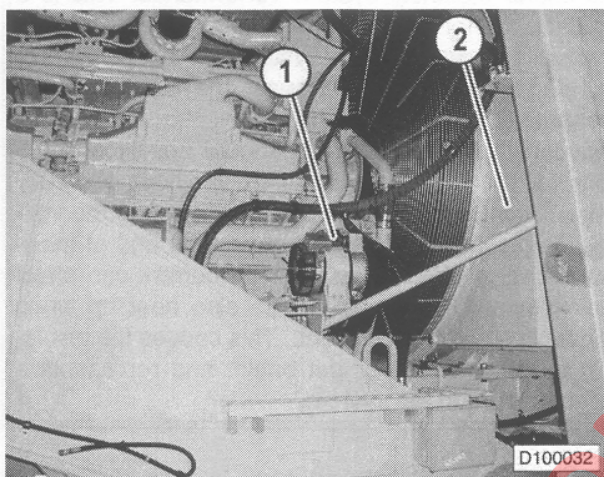

FIGURA 10-17. ALTERNADOR DE CARGA DE LA BATERIA
Las siguientes instrucciones cubren el desmontaje del alternador (1, Figura 10-17) de un motor Komatsu. El radiador (2) se ha desmontado del camión en algunas imágenes para mostrar claramente el proceso de desmontaje. Sin embargo, el radiador no necesita ser desmontado para desmontar el alternador.